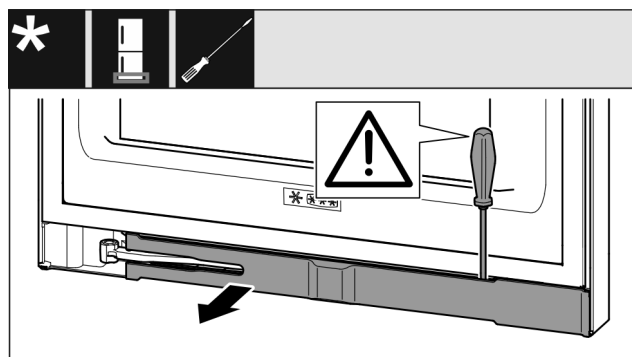

Fig. 13
- ▶ Освободете капачката с плоска отвертка и я завъртете настрана Fig. 13 0.